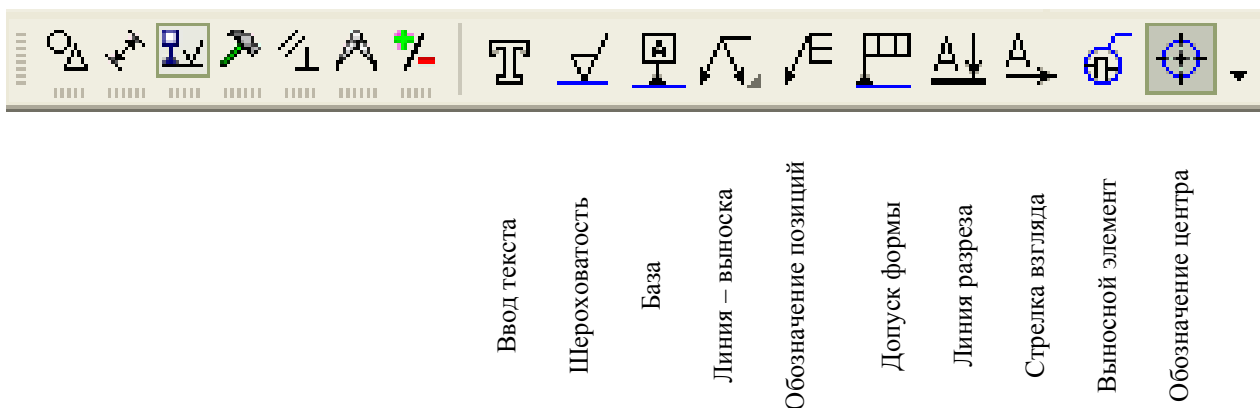
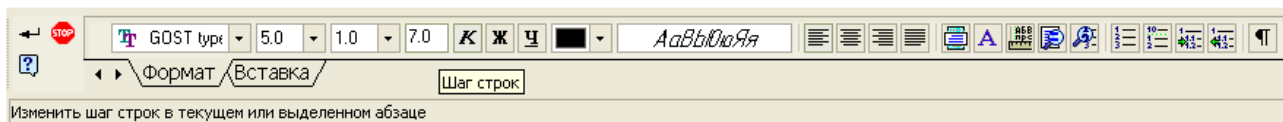

Рис. 11 – Схема компактної панелі розділу «*Обозначение*»
Рис. 16 – Схема «Панели свойств» для задання різних даних шрифту надписі
3.6 Створюємо текстові надписи на графічних об'єктах за допомогою команди «Ввод текста» у розділі «Обозначение» (рис.11) і команд Панелі властивостей (рис.16).